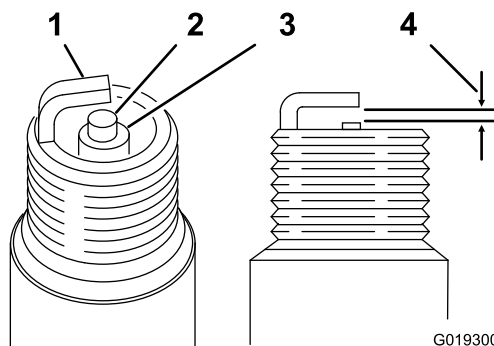

图34
3. 如图34所示将空隙设定为 0.60.7mm。安装已设定正确空隙的火花塞上紧扭矩至 23N·m。